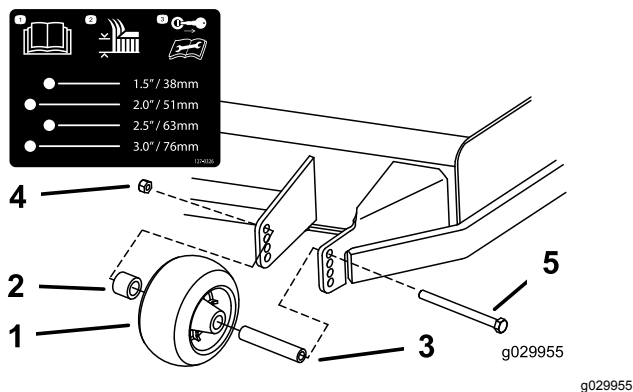

Figura 27
3. Ajuste os rolos antitanos como se mostra na Figura 27.